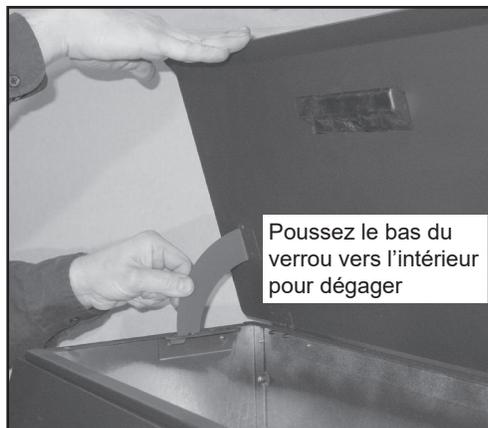

Figure 11.2
3. Pour fermer le couvercle de trémie, tout en maintenant le couvercle ouvert à une main, poussez le bouton de dégageur du verrou vers l'intérieur afin de le déverrouiller et de lentement refermer le couvercle (**Figure 11.2**).
2. Connectez votre fil de thermostat à l'W et R terminaux (voir Figure 11.2, page 11).